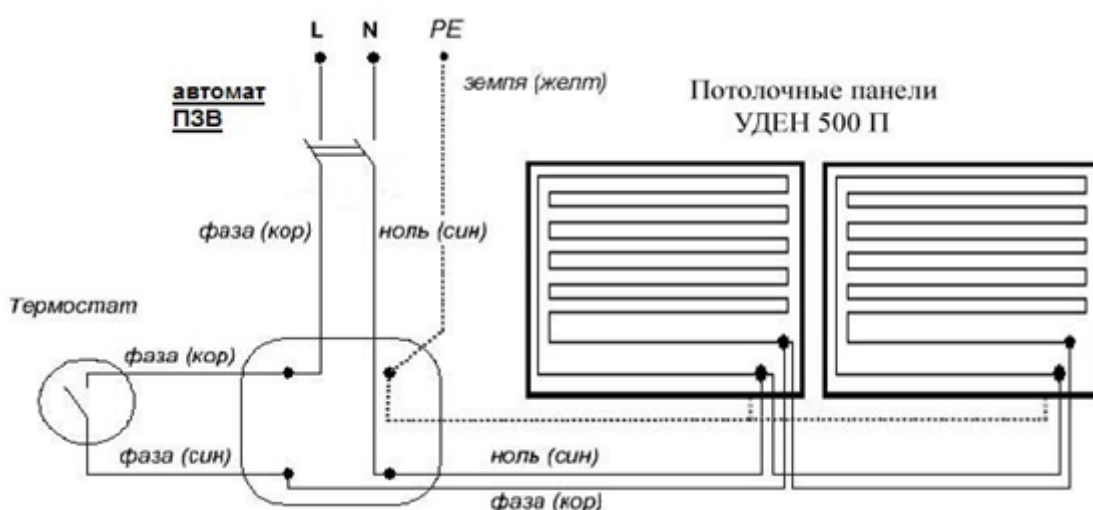

Рис.3.2.
3.2. Схема расключения распределительной коробки приведена на (рис. 3.2.)